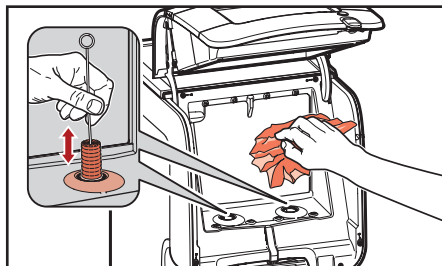

Рис. 5.9 - Очистить холодильный отсек
4. Очистить отверстие дозатора щеткой, а внутреннюю поверхность холодильного отсека чистой и влажной тряпкой (рис. 5.9). Высушить чистым бумажным полотенцем.